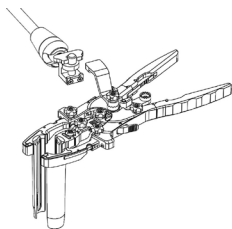

Figure 12
- Si vous utilisez l'**interface de bras** (ML-0902), après vous être assuré que l'**interface de bras** a été fixée sur le cadre de l'écarteur, apportez le **bras articulé avec pince de support de grande taille** (ML-0063) à l'extrémité proximale de l'**interface de bras** et sécurisez la **pince de support de bras** sur l'**interface de bras**. (Figure 12)